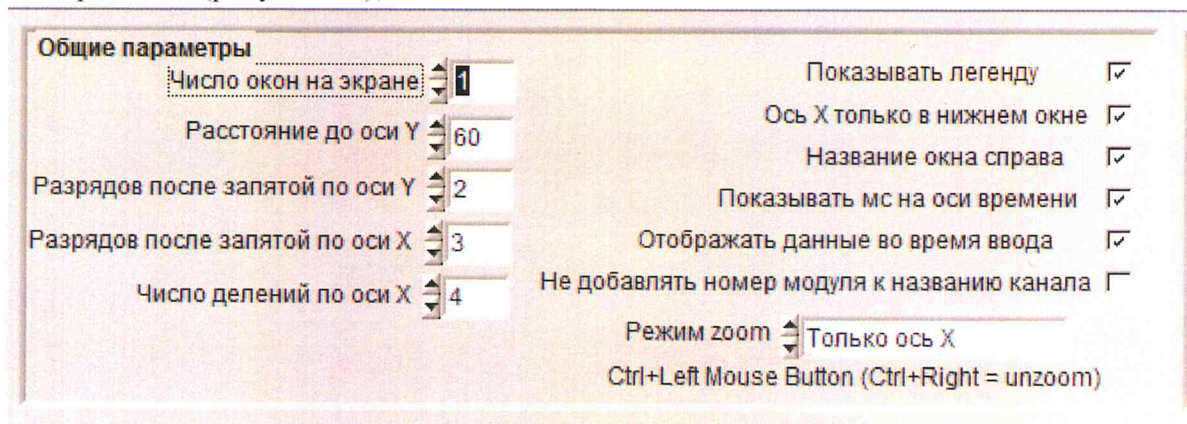

Рисунок 41. Общие параметры
6) В высветившемся окне в пункте «Общие параметры» выставите значение «Число окон на экране» равное 1 (рисунок 41);